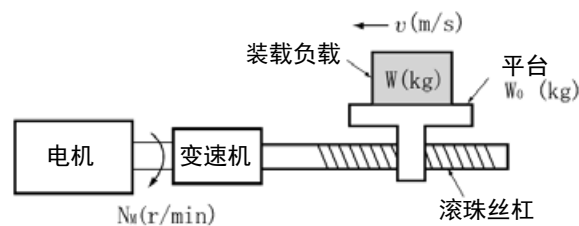

图 10.3-1 水平搬运负载的一般示意图
水平搬运时的物理构成可简单地假定为图 10.3-1。此时，如果设平台的质量为 W_0 (kg)，装载质量为 W (kg)，摩擦系数为 μ ，则摩擦力 F (N) 可通过以下 (公式 10.3-3) 表示。此时的摩擦力即为驱动水平搬运负载时所需的力。
如图 10.3-1 所示, 假设存在由电机驱动的移动平台。电机的转速为 $N_M(\text{min}^{-1})$ 时, 假设平台的速度为 $v(\text{m/s})$, 从旋转轴分析得出的等价距离则变为 $60v / (2\pi \cdot N_M)$ (m), 因此, 从旋转轴分析得出的平台的惯性力矩可以通过以下 (公式 10.3-13) 计算。